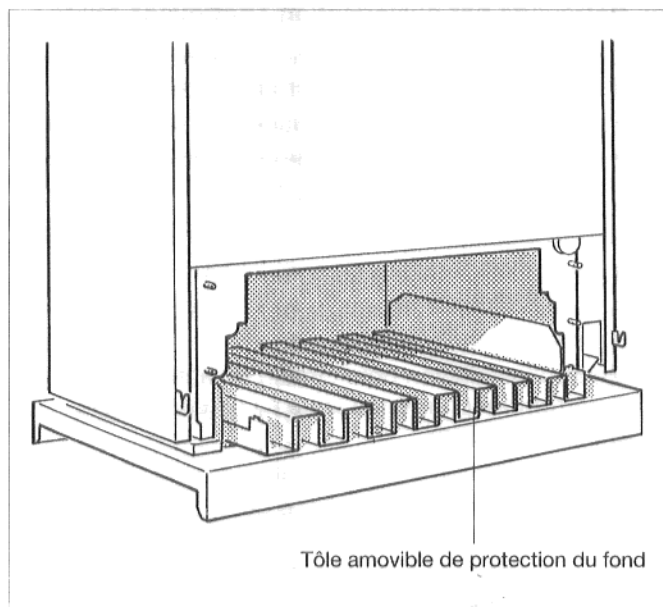

Fig. 31
- Enlever la tôle amovible de protection du fond (fig. 31).